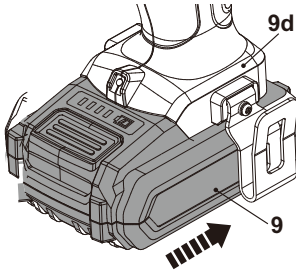

Fig. 2
- > Bloquee el interruptor de encendido/apagado (5) para evitar que se encienda accidentalmente, colocando el control de rotación hacia adelante/atrás (4) en la posición central (consulte la sección "Funciones del producto - Control de rotación hacia adelante/atrás").
- > Alinee la batería (9) con las ranuras de deslizamiento del puerto de acoplamiento de la batería (9d) y deslice la batería para colocarla. Asegúrese de que encaja en su sitio (Fig. 2)